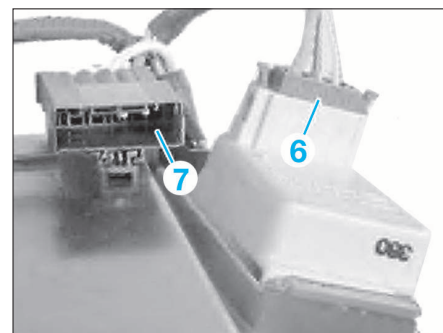

FIG. 22
- Débrancher le connecteur (6) et séparer le connecteur (7) du boîtier (Fig.22).